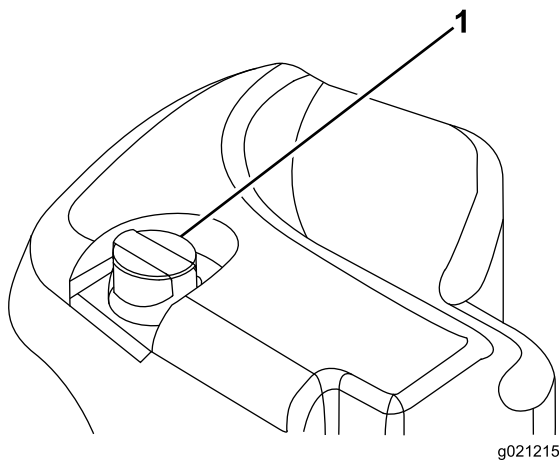

Figura 33
2. Pulite attorno al collo del bocchettone e del tappo del serbatoio idraulico (Figura 33).